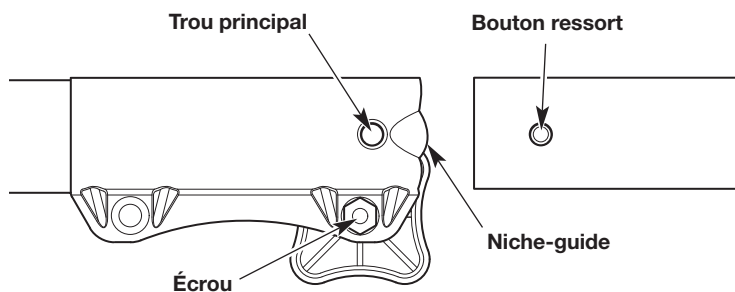

Fig. 6
4. Alignez le bouton de déclenchement avec la rainure de guidage (Fig. 6).
5. Poussez l'accessoire directement dans le coupleur jusqu'à ce que le bouton de déverrouillage s'enclenche fermement dans l'orifice principal (Fig. 6).
REMARQUE : Ne pas serrer l'écrou (Fig. 6).
3. Appuyez et maintenez enfoncé le bouton de déclenchement (Fig. 6).